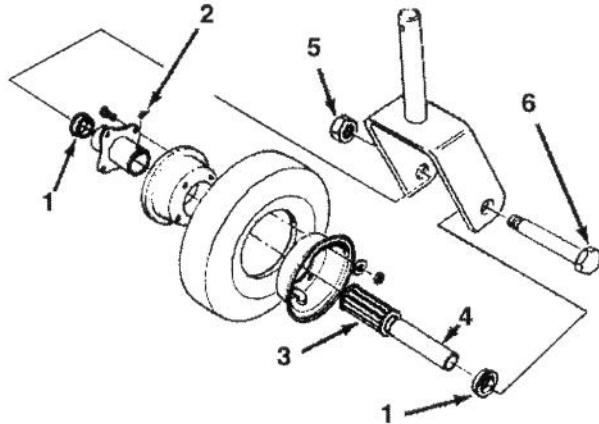

Bild 4
1. Die Sperrmutter von der Sechskantschraube entfernen, mit der die Laufrollengruppe zwischen den Rollengabeln (Bild 4) gehalten wird. Das Laufrollenrad festhalten und die Sechskantschraube aus der Gabel herausziehen..
Anmerkung: Die zwei Lagerhalterungen (Bild 4) sicher aufbewahren.
2. Das Rad seitwärts kippen und die Rollenlager und Spannbüchsen herausfallen lassen (Bild 4).
6. Mehr Schmierfett durch den Schmiernippel am Rad einpressen (Bild 4), bis das Lager gründlich abgeschmiert ist.